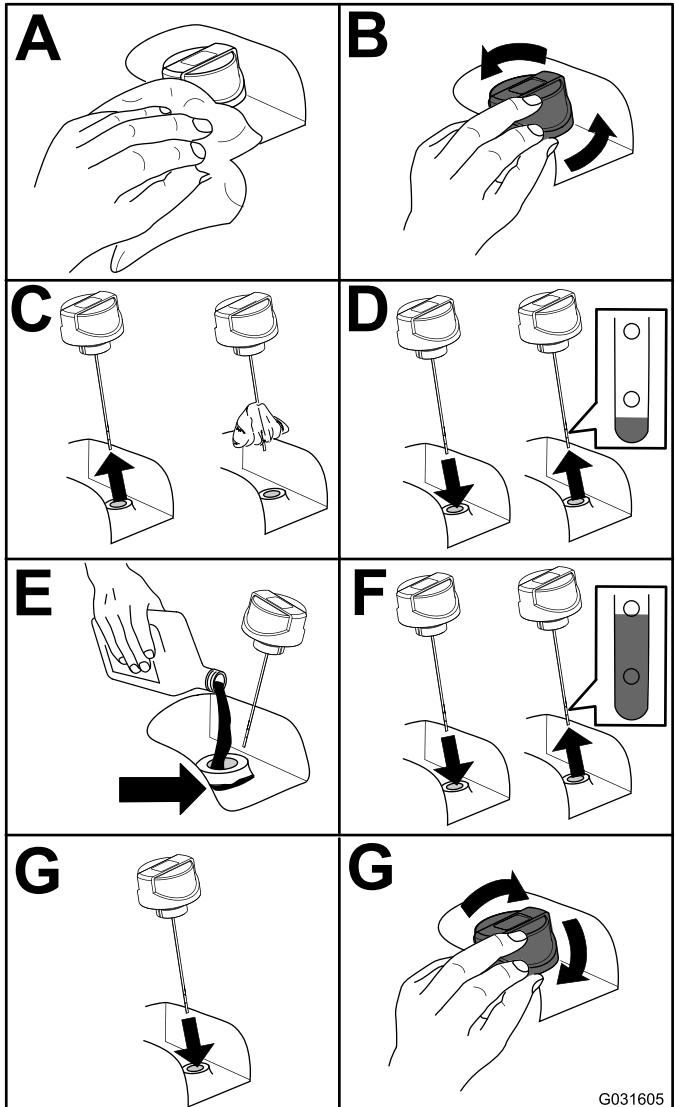

Рисунок 57
2. Проверьте уровень гидравлической жидкости (Рисунок 57).
5. Залейте гидравлическую жидкость в бак Рисунок 57.